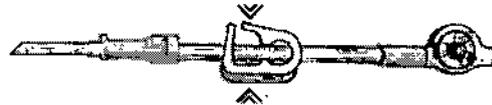
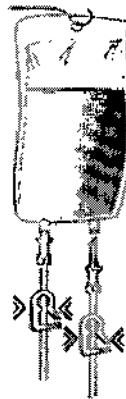

Fig 16. Pinza del tubo de plástico en el Tubo n.º 1
Fig 17. Conexión de los tubos del calentador en la bolsa I.V.
14. Cierre la pinza del Tubo n.º 1 (Fig. 16) y, a continuación, introduzca el extremo puntiagudo del Tubo n.º 1 en un puerto de inserción de la bolsa I.V. (vea la Fig. 17).